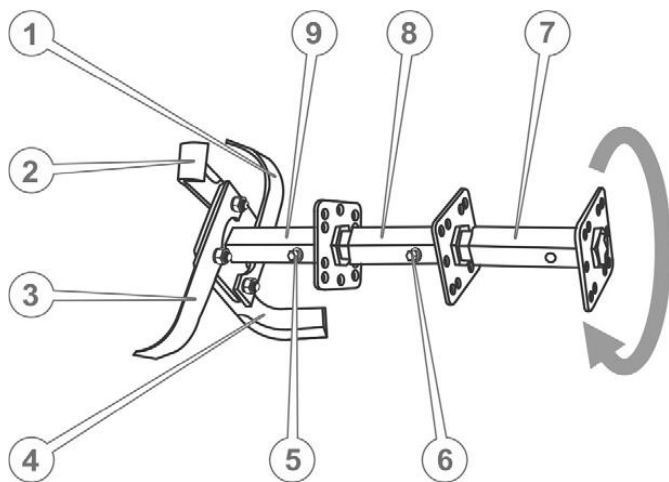

рис. 4.7.
1. Вставить 1-ю дополнительную ступицу ротора в шестигранное отверстие основной ступицы и зафиксировать от осевого смещения болтом М8х80 с плоской и пружинной шайбой (см. рис. 4.7).
4. Приложить приготовленные ножи (например поз. 2 и поз. 3 на рис. 4.7.) к крепежному квадрату ступицы вдоль двух смежных сторон этого квадрата таким образом, чтобы квадрат оказался внутри загибов ножей, заостренные части ножей были направлены по ходу вращения (как указано стрелкой на рис. 4.7.), крепежные отверстия ножей совпали с отверстиями квадрата, при этом концевое отверстие одного ножа (поз. 3) совпало со срединным отверстием другого ножа (поз. 2). Удерживая ножи в таком положении вставить в отверстие болт, надеть шайбы и наживить гайку.